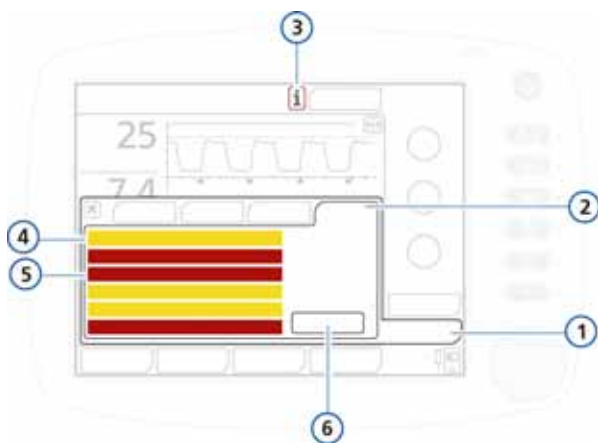

图 8-5. 显示未激活报警的报警缓冲区
- 如果没有激活任何报警，则报警缓冲区将显示未激活的最新报警（图 8-5）。未激活的报警显示在直角框中。
- 触摸未激活的报警指示器（i 图标）（图 8-5）
可以通过触摸重置按钮清除所有未激活的报警信息（图 8-5）。关闭缓冲区不会清除其内容。